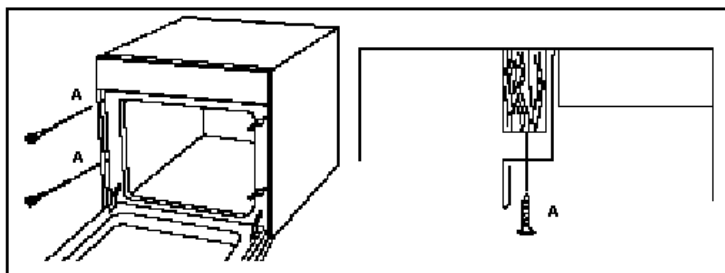

Figure 4
- ❖ Ανοίξτε την πόρτα του φούρνου και στερεώστε τον στο ντουλάπι με τις 4 ξυλόβιδες που μπαίνουν στις οπές και στις δύο πλευρές του φούρνου (A). Βλέπε **Figure 4**